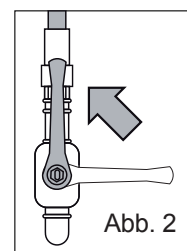

Abb. 2
- Den dem Gerät vorgeschalteten Absperrhahn öffnen (Abb. 2);
- Die Schraube mit der Gasdichtung wieder in ihrem Sitz montieren, den dem Gerät vorgeschalteten Absperrhahn öffnen (Abb. 2) und sicherstellen, dass nirgends Gas austritt.